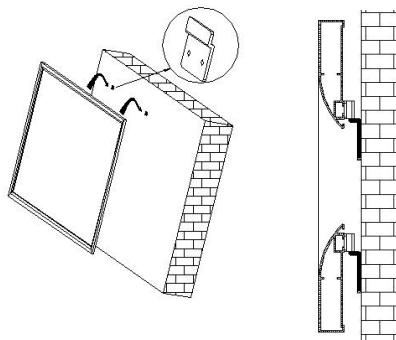

Bild 16
3. Montera monteringsvinklarna (D) med gängskruvarna (F) och plastpluggarna (K) i ett underlag som kan bära vikten. Om det behövs måste du borra upp hålen och/eller skaffa dig monteringsmaterial som passar till ditt underlag. Det medföljande monteringsmaterialet får endast användas till väggar av betong eller massivtegel.)
4. Häng upp projektorduken på monteringsvinklarna som på bild 16. Du är nu klar med monteringen.